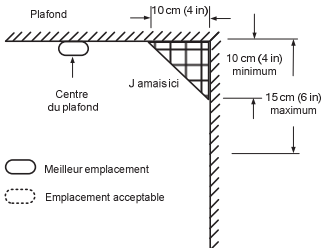

Figure 4 : Les emplacements les plus recommandés et les emplacements acceptables pour monter les détecteurs de fumée et de chaleur
n'est pas possible, et si le montage au mur est permis par les normes locales et nationales, placez les détecteurs au mur à 10 à 15 cm du plafond, voir aussi la figure 4.
- ◆ Les volumes morts se trouvent souvent au sommet des toits pentus ou dans les coins entre les plafonds et les murs. Les volumes morts peuvent empêcher la fumée d'atteindre un détecteur. Voir les figures 4 et 5 pour les emplacements de montage recommandés.